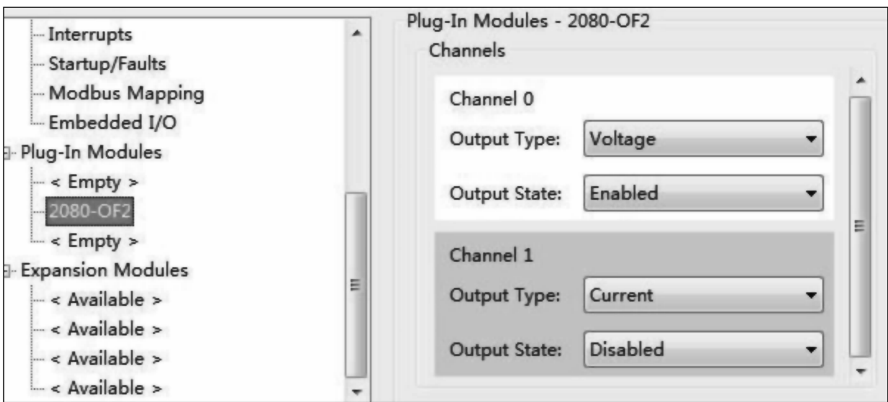

图 8-7 模拟量输出模块参数的设定
3) 单击 2080-OF2 模拟量输出模块，根据所选的通道和所需的输出设置其组态属性，如图 8-7 所示。